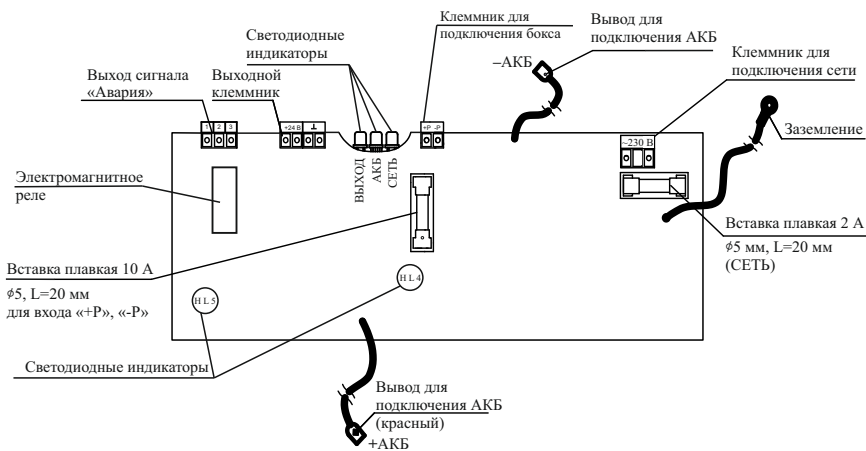

Рисунок 1 – Плата источника
6.4 Для подключения источника следует использовать провода с максимальным сечением согласно п. 2.18. Подключение источника (рисунок 1) производить в следующей последовательности: